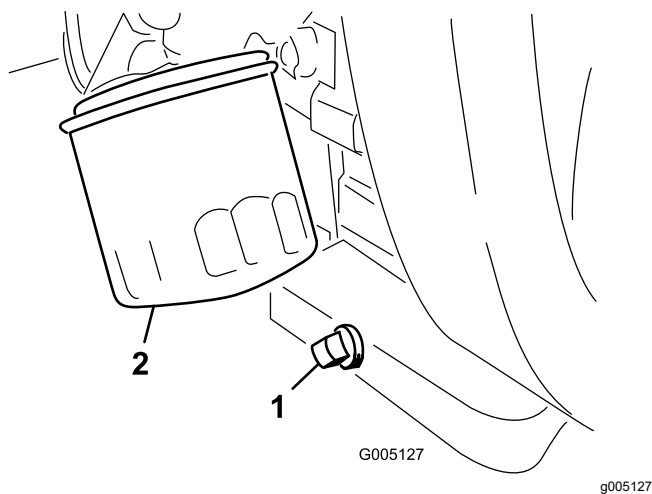

Figura 34
1. Retire el tapón de vaciado (Figura 34) y deje fluir el aceite a un recipiente apropiado.
2. Limpie las roscas del tapón de vaciado, aplique sellador de PTFE, e instale el tapón de vaciado (Figura 34).
3. Retire el filtro de aceite (Figura 34).